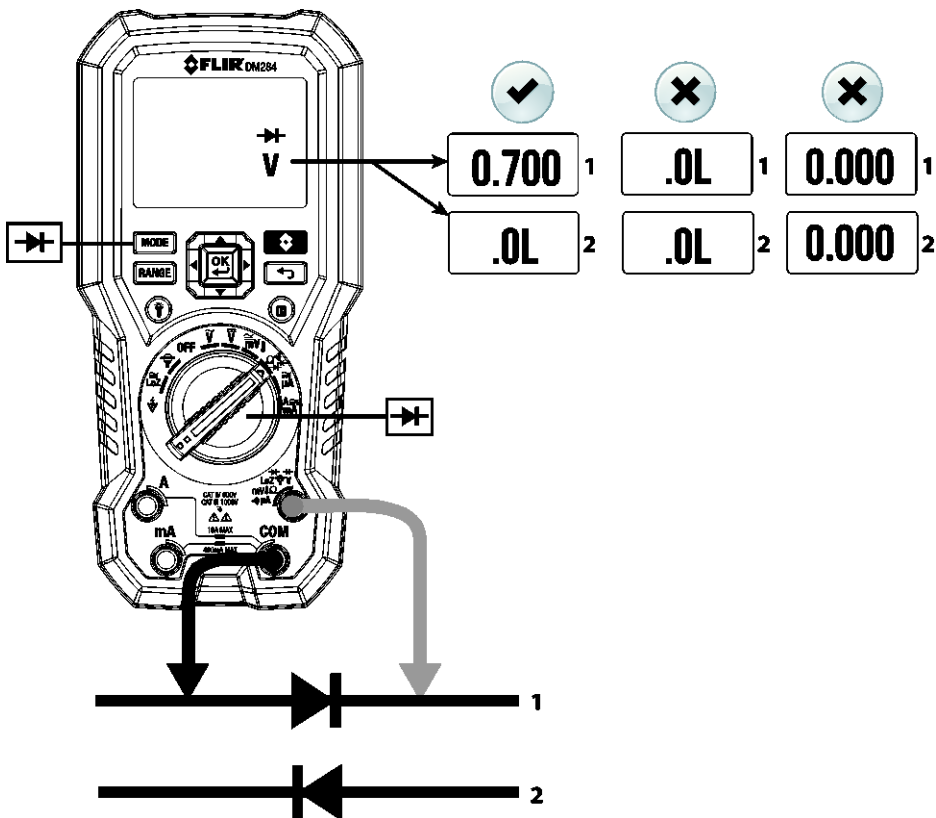

Bild 7-4 Klassisk diodtest
4. Rör provspetsarna över dioden eller halvledarövergången som testas i en polaritet (riktning) och sedan i andra polariteten såsom visas på **Bild 7-4**.